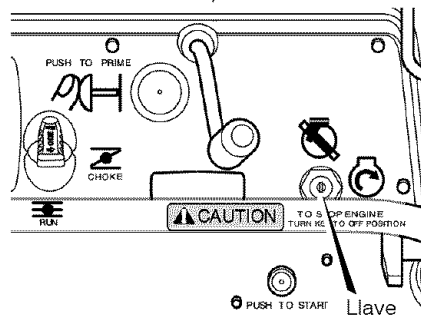

Figura 13
5. (**Arranque eléctrico**) Coloque la **llave** en la posición de ARRANQUE (vea la Figura 13). Para prolongar la vida útil del motor de arranque, no lo arranque por más de 5 segundos a la vez. Espere un minuto entre arranques para permitir que el motor de arranque se enfríe.
6. (**Arranque manual**) Coloque la **llave** en la posición de ENCENDIDO (vea la Figura 13). Jale lentamente la **manija de arranque manual** hasta que sienta resistencia. Entonces, tire rápidamente del cordón para encender el motor (vea la Figura 14). No suelte la **manija de arranque manual** inmediatamente después de jalarla. Deje que se enrolle lentamente.